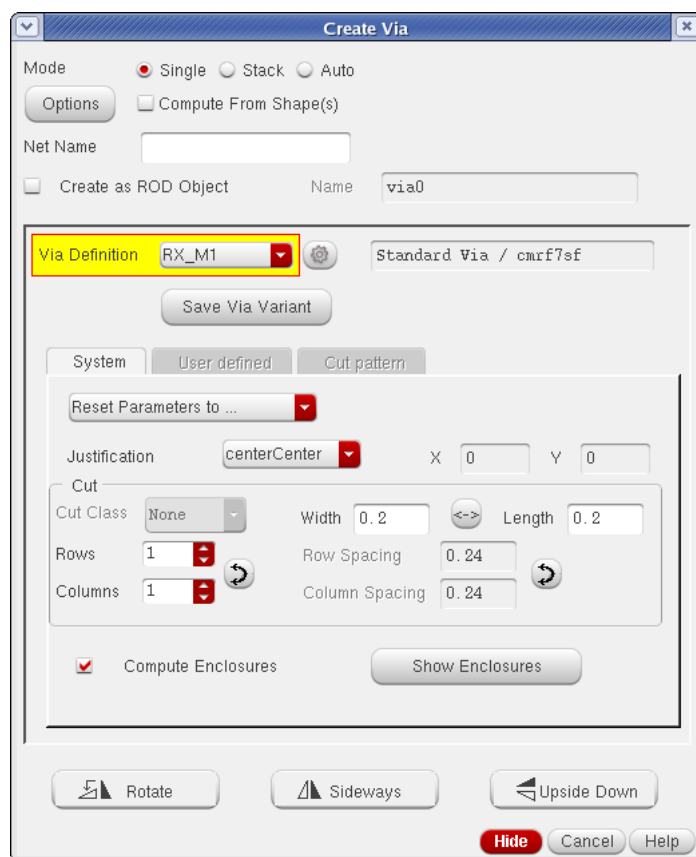

Figure 25: Adicionando uma via
Faca as conexoes dos elementos instanciados utilizando as ferramentas **Rectangle** (Create → Shape → Rectangle), **Ruler** (Tool → Create Ruler) e **Via** (Create → Via). A ferramenta **Rectangle** necessita que seja definido qual layer sera utilizado atraves da janela *LSW*. Ja para o uso das Vias eh aberta a janela *Create Via*, mostrada na Fig. 25, onde a area destacada eh usada para selecionar um dos varios tipos de Via/Contato. No exemplo mostrado foi selecionado o contato entre a area ativa (RX) e o primeiro nivel de metal (M1) para maiores informacoes consulte [2]